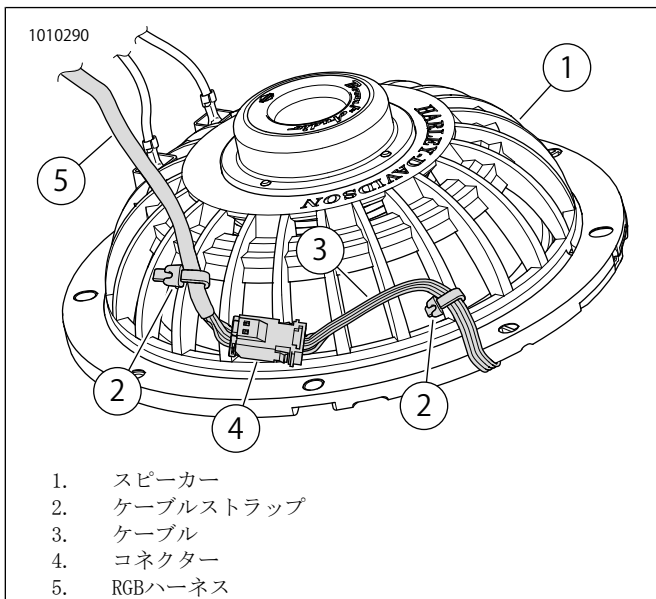

図17。スピーカーの裏、ケーブル、ケーブルタイ
- a. 図17を参照してください。ライトエンジンからRGBハーネスまでコネクタ(4)を接続します。